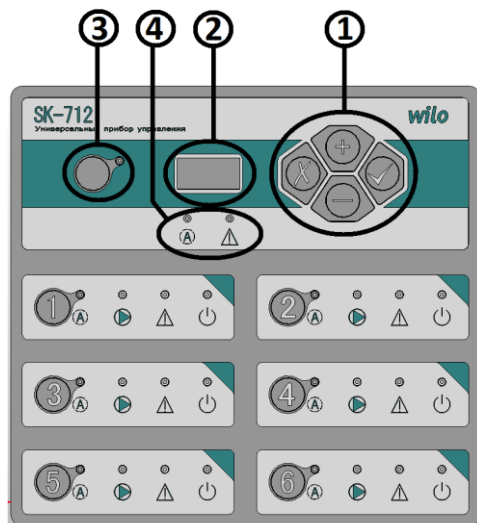

Рис. 7. Элементы панели управления ПЛК
**При включении прибора** на цифровом индикаторе (рис. 7, поз. 2) отображается в течение 2 сек. версия внутреннего программного обеспечения (например – **1.8.5**). После этого осуществляется самодиагностика прибора, во время которой на индикаторе отображается обратный отсчет от 9 до 1.
**В случае обнаружения неисправности** насоса загорается светодиод обобщенной аварии системы (рис. 7, поз. 4) и светодиод **Авария** соответствующего насоса в области управления насосами (рис. 8, поз. 8).
При обнаружении неисправности по показаниям внешних датчиков системы загорается только светодиод обобщенной аварии системы (рис. 7, поз. 4).
Для перехода между режимами отображения кода неисправности и отображения измеряемого параметра необходимо нажать клавишу <Esc> на клавиатуре (рис. 7, поз. 1). В случае наличия неисправности, если в течение 10 сек. не используется клавиатура, происходит автоматический возврат в режим отображения кода неисправности.
**Управление параметрами системы** осуществляется при помощи клавиатуры на лицевой панели прибора (рис. 7, поз. 1):